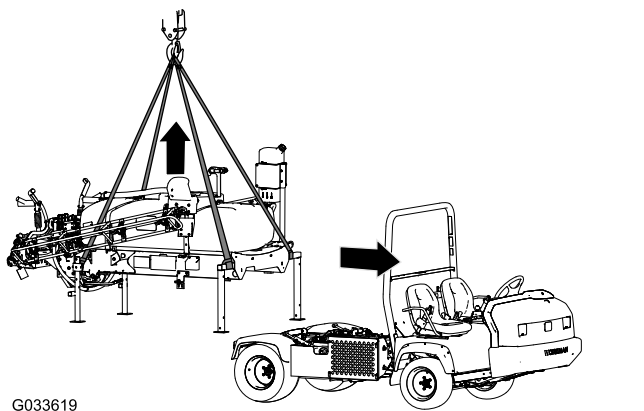

Рисунок 135
1. Опустите стрелы приблизительно на угол 45° и затем поверните их вперед (Рисунок 135).
5. Подсоедините подъемное оборудование к горизонтальным трубкам передних подъемных опор и вертикальным стойкам задних подъемных опор (Рисунок 135).
7. Поднимите раму бака с автомобиля на достаточную высоту, чтобы освободить раму от автомобиля (Рисунок 135).